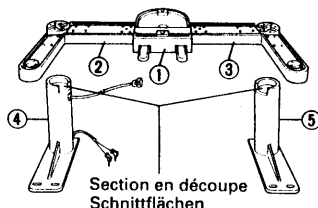
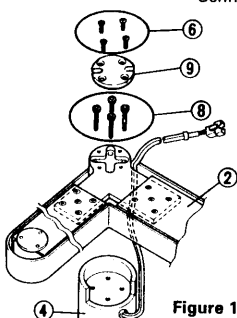

Figure 1B/Abb. 1B
Figure 1C/Abb. 1C
- (1) Placer les ensembles de base droit et gauche ② et ③ sur l'ensemble inférieur ① et les fixer à l'aide des 4 vis fournies ⑥. Fixer ensuite le cache en plastique avec une vis ⑦.
- (2) Placer l'ensemble du pied droit et l'ensemble du pied gauche de la façon indiquée à la figure 1B en s'assurant que les sections en découpe des pieds sont alignées correctement.
- (3) Placer cet assemblage au sommet des ensembles de pieds droit et gauche ④ et ⑤.
- (4) Faire passer le câble de l'ensemble du pied droit ④ à travers l'ensemble de la base ② comme l'indique la figure 1C.
- (5) Utiliser la clé hexagonale ⑪ fournie pour fixer solidement l'ensemble à l'aide des vis ⑧.
- (6) Fixer ensuite les pieds en caoutchouc ⑨ avec les 4 vis ⑥.
- (1) Die Basismontageeile [R] und [L] ② ③ in das Bodenmontageeteil ① einstecken und mit den vier mitgelieferten Schrauben ⑥ befestigen. Anschließend die Plastik-Abdeckungen mit einer Schraube ⑦ befestigen.
- (2) Das rechte [R] Sockelmontageeteil und das linke [L] Sockelmontageeteil wie in Abbildung 1B gezeigt, ausrichten. Darauf achten, daß die Schnittflächen der Sockelmontageeile aufeinander ausgerichtet sind.
- (3) Stellen Sie das Basismontageeteil auf die Sockelmontageeile [R] und [L] ④ und ⑤.
- (4) Führen Sie das Kabel, wie in Abbildung 1C gezeigt, vom rechten (R) Sockelmontageeteil ④ durch das Basismontageeteil.
- (5) Verwenden Sie den mitgelieferten Sechskantschraubenschlüssel ⑪, um das Basismontageeteil mit den Schrauben ⑧ fest zu montieren.
- (6) Befestigen Sie die GummifüÙe ⑨ mit den vier Schrauben ⑥ an.